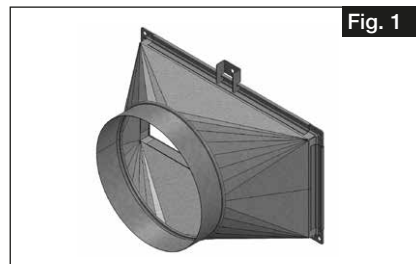

Fig. 1
- La lèvre d'étanchéité du raccord mixte est directement raccordée à la bride de la centrale AIR1 (voir fig. 1).
- Le cas échéant, fixer le raccord mixte à la centrale AIR1 à l'aide de clips de fixation conformément à la fig. 1 (si des clips de fixation sont requis, voir le tableau).